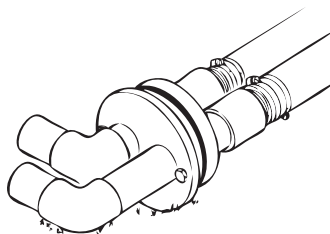

Figura 10
5. Instale los codos de acero en el extremo superior de los niples (véase la Figura 10). ¡Cubra todas las uniones roscadas con cinta de teflón para evitar fugas!